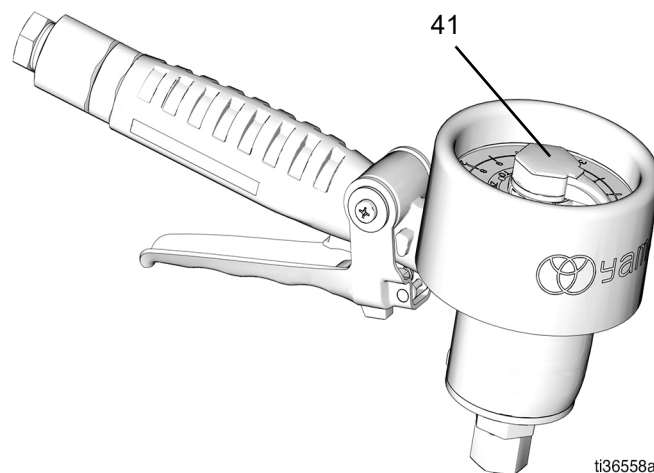

図 4
修理を必要とする破損を防ぐために、グリップメーターの指針 (41) (図 4) を絶対に反対(時計回り)に回さないでください。
1. ノズルを液体供給口に挿入し、引き金 (12) を引いてください。
3. メーター指針 (41) を反時計回りに回して、再度吐出する前にそれを「0」に戻してください。図 4 を参照。